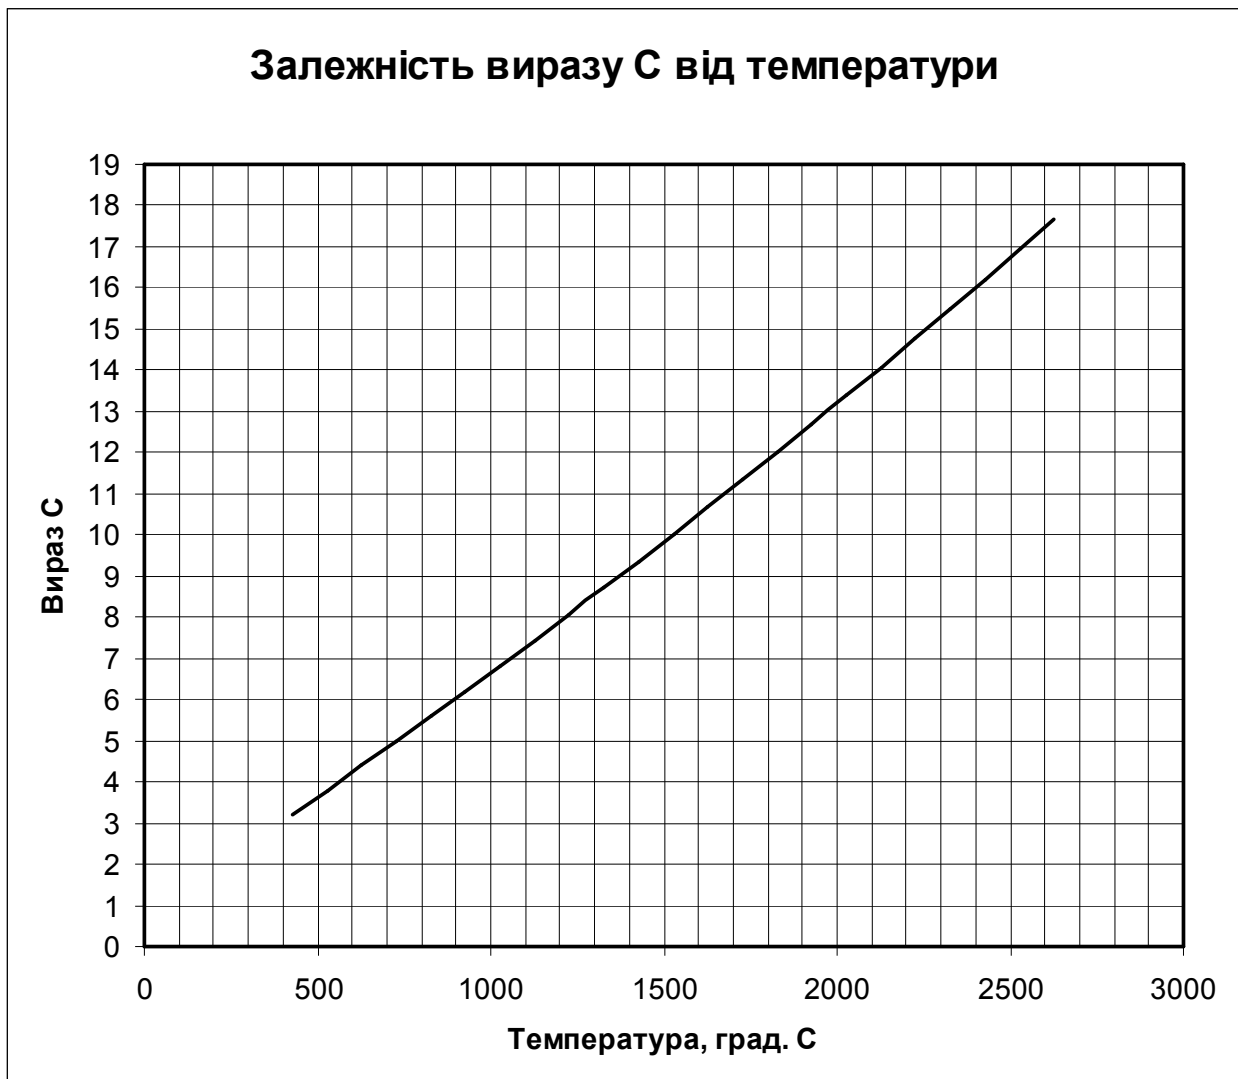
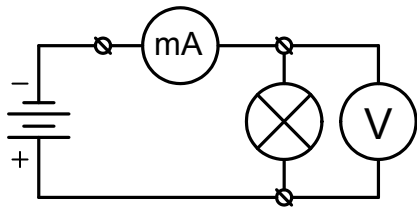
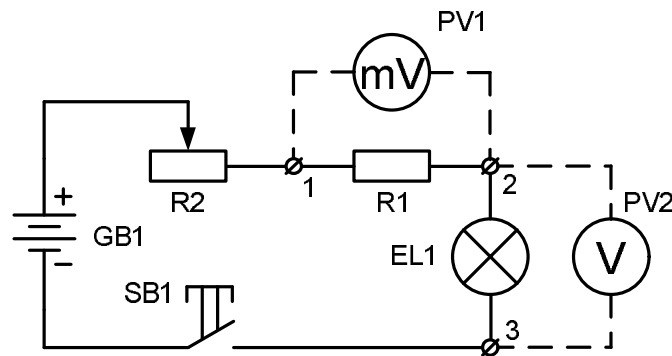
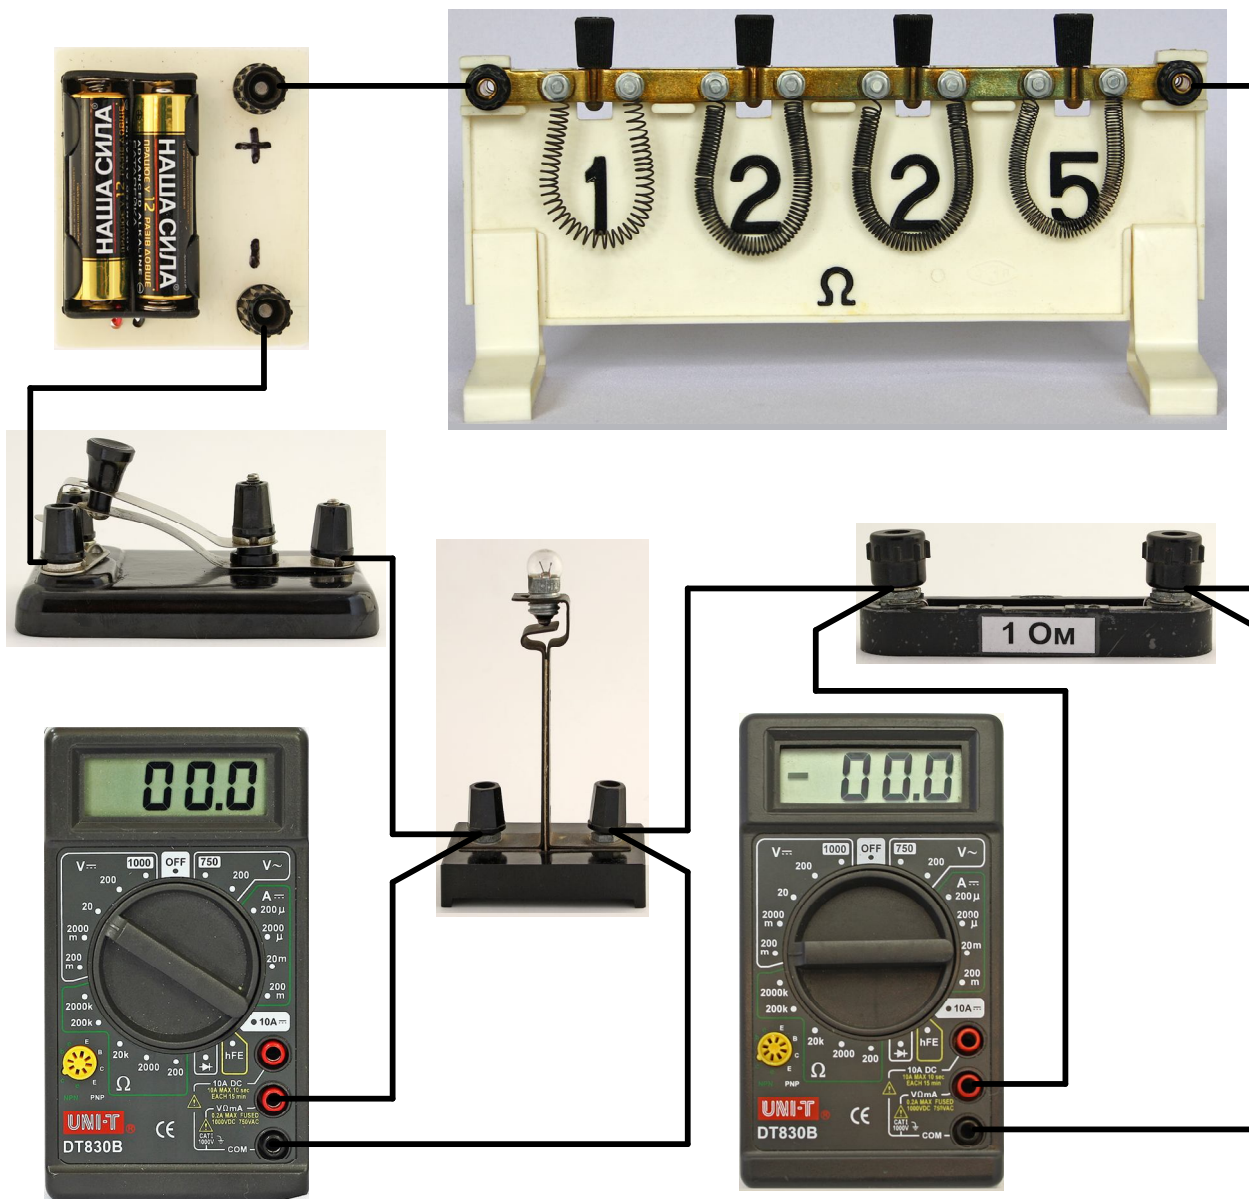

Рис. 1
Рис. 2
Рис. 3
Рис. 4
Знаходження  $t$  можна значно спростити, якщо використати графік залежності величини  $C$  від температури  $t$  (рис. 1.). Такий графік можна
Опір  $R$  розжареної нитки лампи визначають методом амперметра-вольтметра (рис. 2). Визначивши силу струму  $i$  напругу за законом Ома обчислюють опір нитки розжарення лампи. Принципова електрична схема установки для цих вимірювань зображена на рис. 3. На схемі GB1 – два гальванічні елементи типу АА, з'єднані
3. Зберіть електричне коло за схемою рис. 3; мультиметр поки що не підключайте. Монтажу схему установки зображено на рис. 4 (варіант з використанням двох мультиметрів).
5. Переведіть перемикач мультиметра в положення  $V \text{ --- } 20 \text{ V}$ , провідники мультиметра приєднайте до затискачів лампи (клеми 2 і 3 на рис.3), і натисніть вимикач SB1. Лампочка повинна слабо засвітитись, а мілівольтметр – показати напругу на лампі. Запишіть значення напруги в зошит.
7. Перемикач мультиметра переведіть в положення  $V \overline{\overline{=}} 200$  мВ. Провідники мультиметра приєднайте до затискачів резистора 1 Ом (клеми 1 і 2 на рис. 3), а перемикач переведіть в положення 200 мВ. Як було зауважено вище, покази мультиметра відповідатимуть силі струму в мА.
10. Для кожної з п'яти пар значень напруги і сили струму обчисліть опір нитки розжарення  $R$  (формула (6)) та значення виразу  $C$  (формула (5)). Температурний коефіцієнт опору для вольфраму  $\alpha = 0,0048$  град-1. Не забудьте перевести мА в А!
11. За графіком на рис. 1 знайдіть температуру нитки розжарення при різних значеннях напруги.